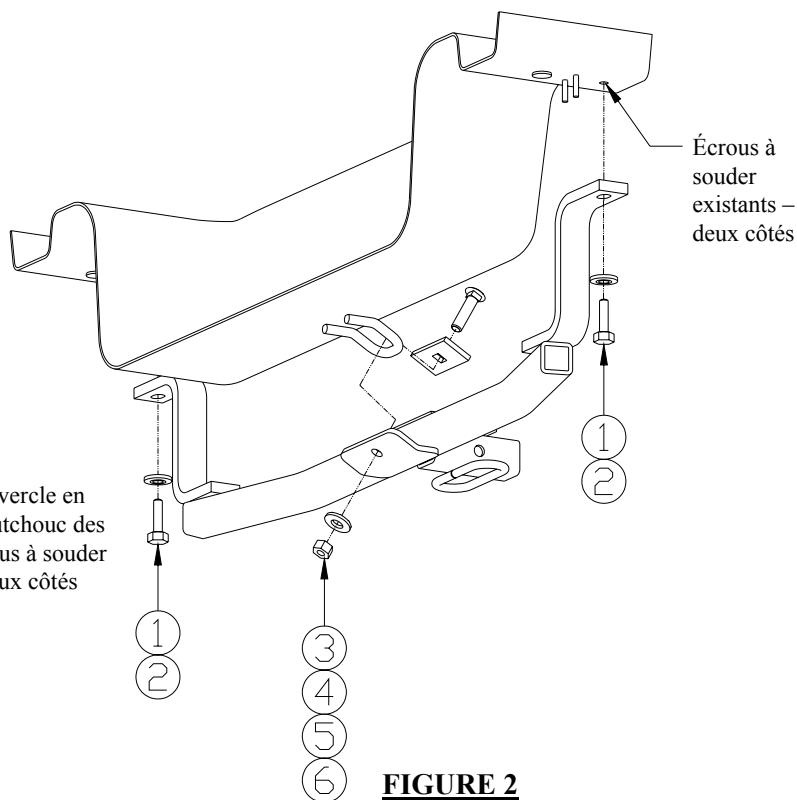

FIGURE 2
3. Soulever l'attelage en position comme illustré à la figure 2.